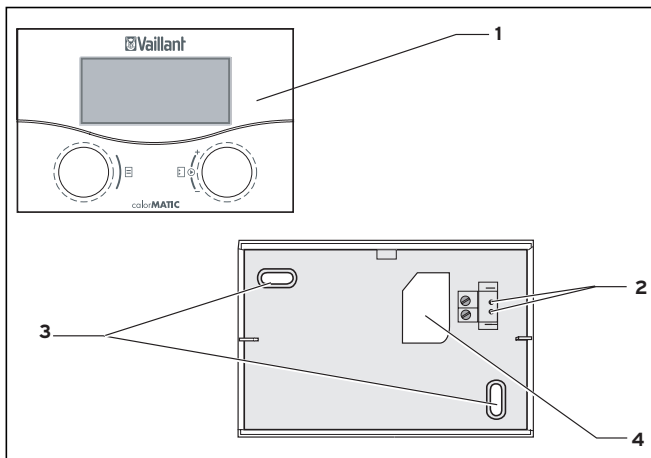

Fig. 3.4 Montaggio come dispositivo di comando a distanza
- Praticare due fori di fissaggio con diametro di 6 mm (3) per il supporto murale VR 55 mm, come illustrato nella fig. 3.4, ed inserire i tasselli in dotazione.
- Fare passare il cavo di allacciamento attraverso l'apposita apertura (4).